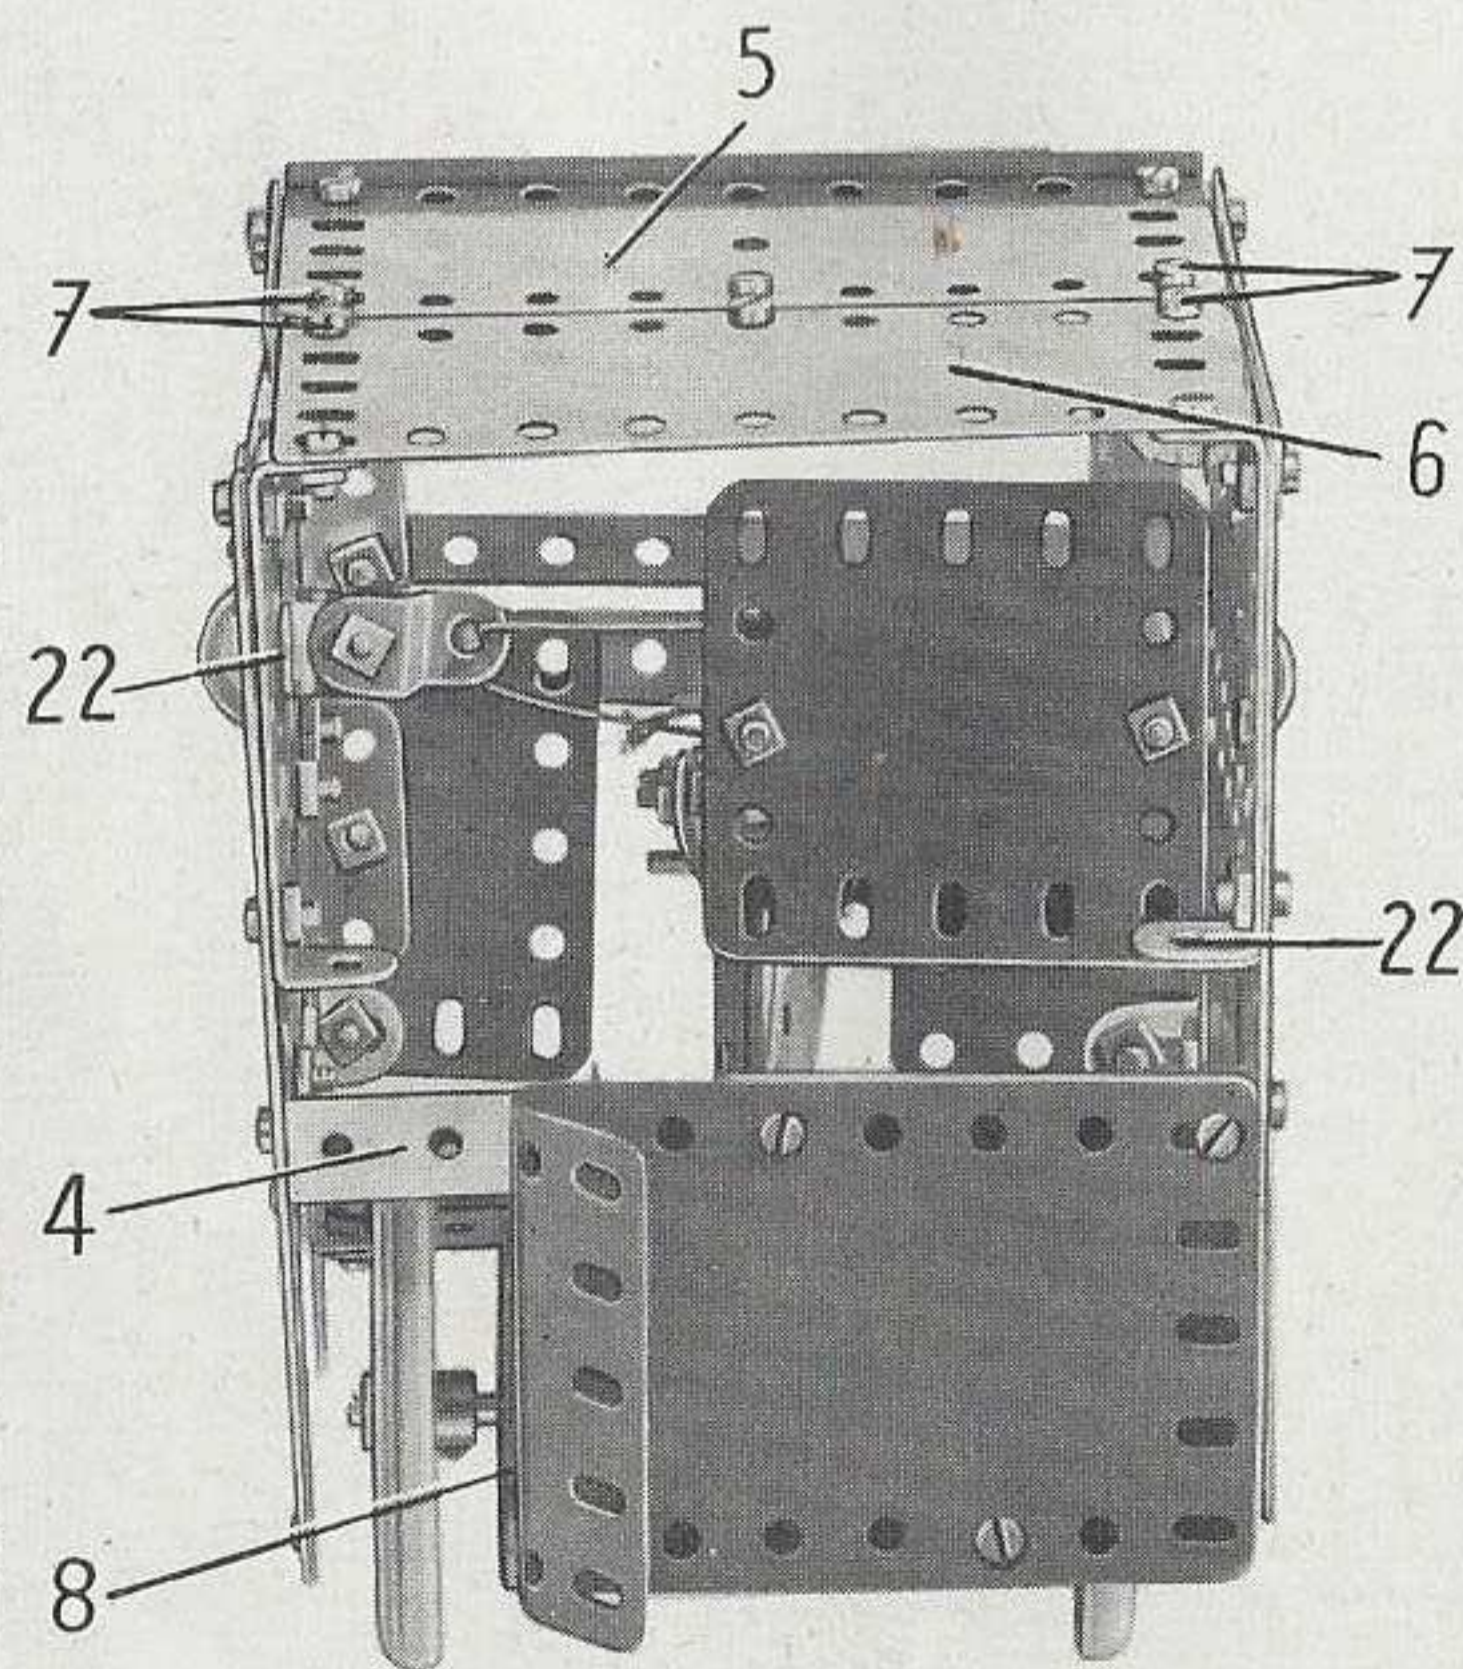
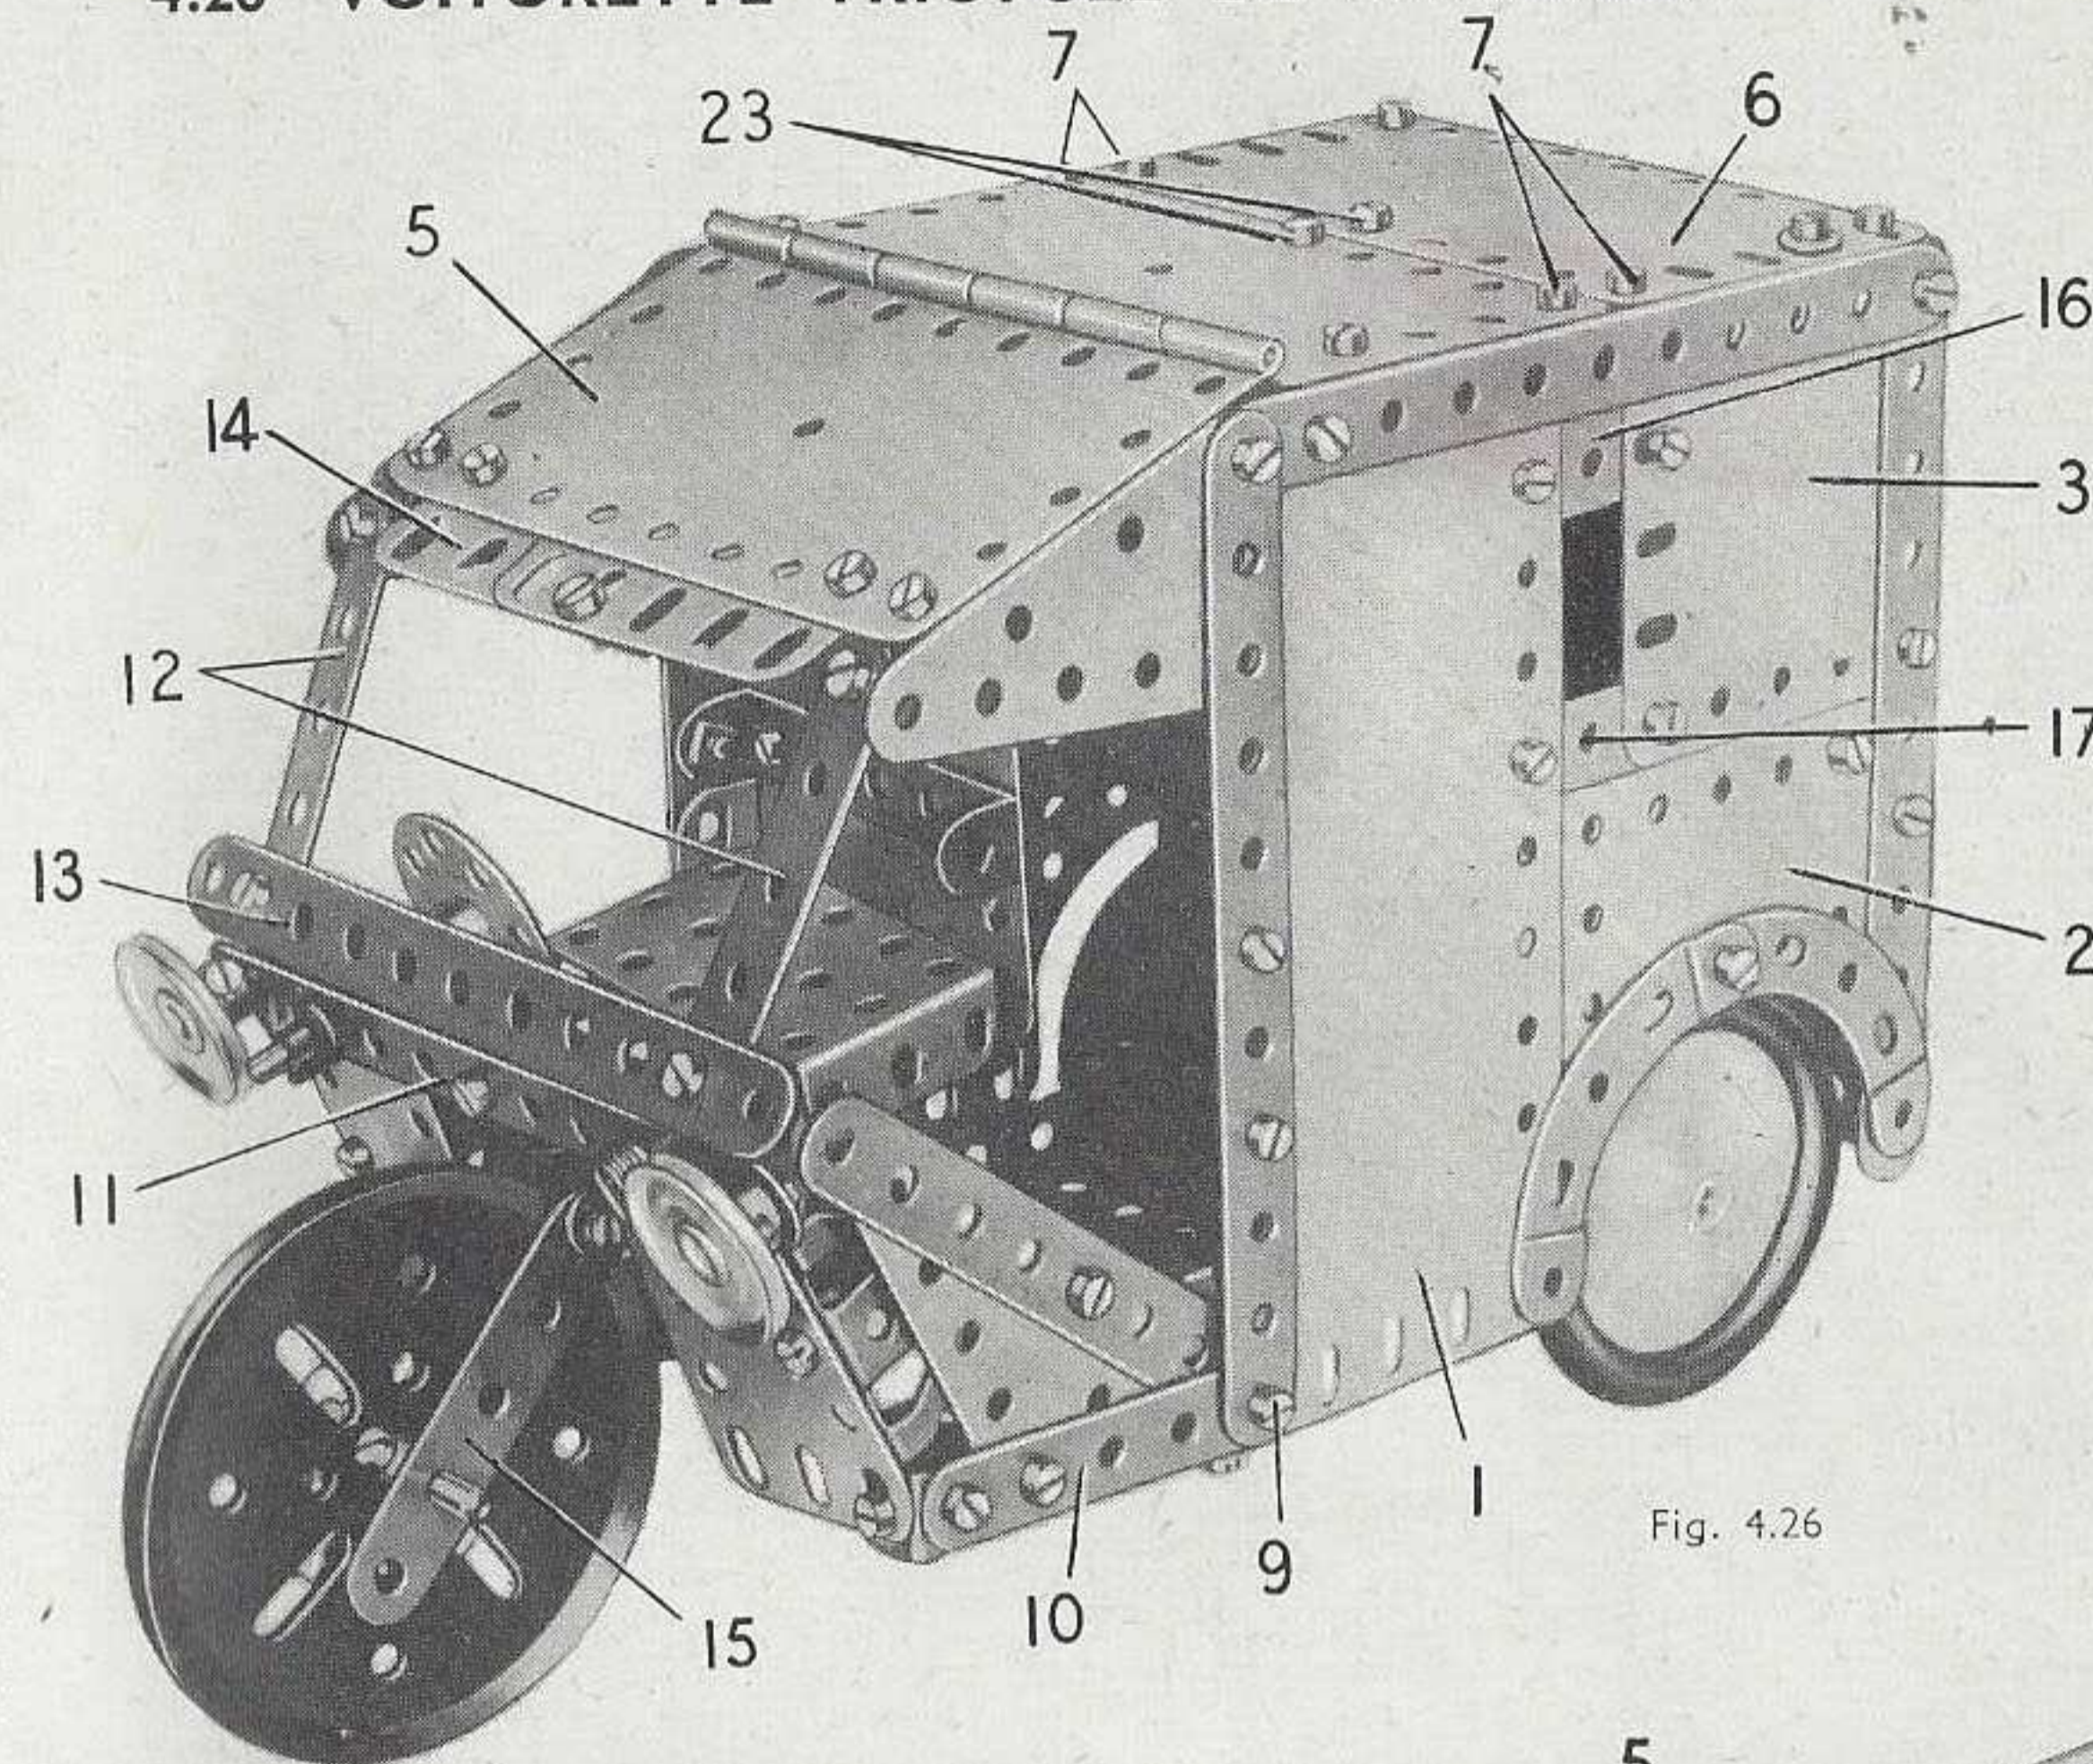

Fig. 4.26b
Fig. 4.26
Le côté qui apparaît sur la fig. 4.26 est constitué par une plaque flexible de 14x6 cm. (1), une plaque flexible de 14x4 cm. (2), et une plaque flexible de 6x6 cm. (3). Une bande de 5 trous (16) et une embase triangulée (17) bordent la fenêtre ménagée entre les plaques. L'autre côté est constitué par une plaque flexible de 14x6 cm. et une de 14x4 cm. placées bord à bord, et par une plaque flexible de 6x6 cm. située à l'angle inférieur avant. L'arrière est fixé sur un des côtés par une bande coudée de 60x12 mm. et sur l'autre par une bande coudée de 38x12 mm. (4). La plaque flexible est en partie repliée sur la figure 4.26b. Le toit est constitué par une plaque à charnières (5) et par une plaque flexible de 11,5x6 cm. (6) fixées sur les côtés par des équerres et des bandes coudées de 60x12 mm. (22). Ces plaques sont réunies entre elles d'un côté par une bande coudée de 60x12 mm., de l'autre par un support plat et au centre par un disque de 35 mm. placé sous le toit. La bande coudée et le support plat sont tenus par les boulons (7), le disque par les boulons (23). Le plancher est constitué par une plaque à rebords de 14x6 cm. (8) fixée au bord